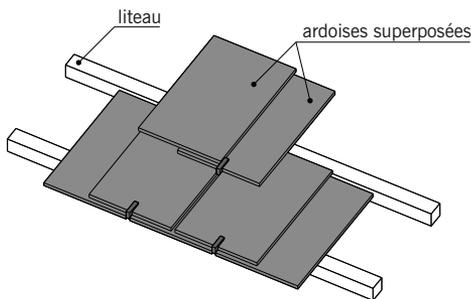

fig. 7.40
- La **pose à pureau développé** où chaque rang est constitué d'une double épaisseur d'ardoises dont les joints sont décalés d'une demi-largeur. Ce mode de pose nécessite moins de liteaux (fig. 7.40).